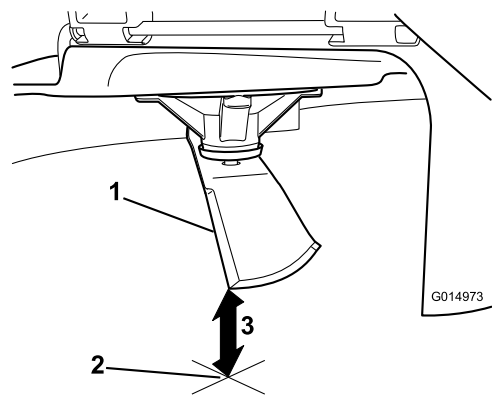

Figure 52
3. Mesurez la distance entre la pointe de la lame et la surface plane (Figure 52).